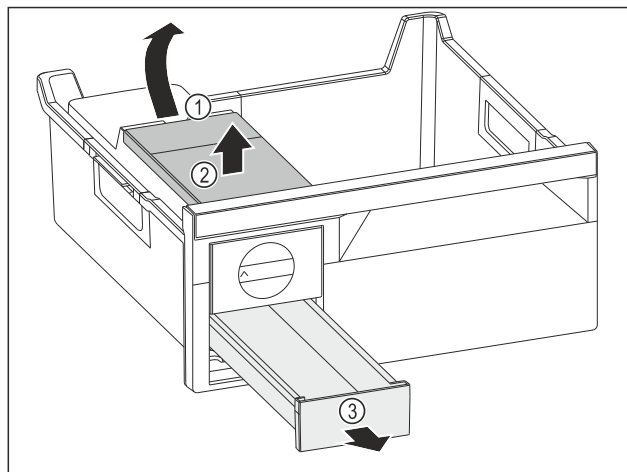

Fig. 187
- ▶ Vyjmutí nádržky na vodu: Zvedněte nádržku na vodu za vybrání Fig. 187 (1).
- ▶ Nádržku na vodu Fig. 187 (2) vyjměte nahoru.
- ▶ Zásuvku na kostky ledu Fig. 187 (3) vyjměte dopředu.